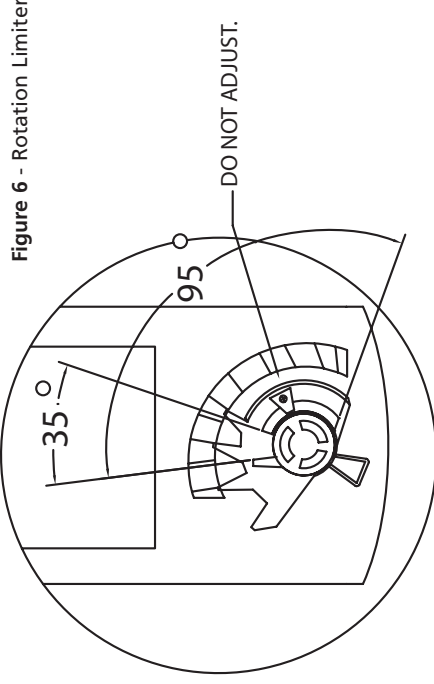

Figure 6 - Rotation Limiter
Modification de paramètre peut endommager l'actionneur ou d'obturation (voir Figure 6).
5. Limiteur de rotation est réglé en usine. Modification de paramètre peut endommager l'actionneur ou d'obturation (voir Figure 6).
6. Limiteur de rotation est réglé en usine. Modification de paramètre peut endommager l'actionneur ou d'obturation (voir Figure 6).